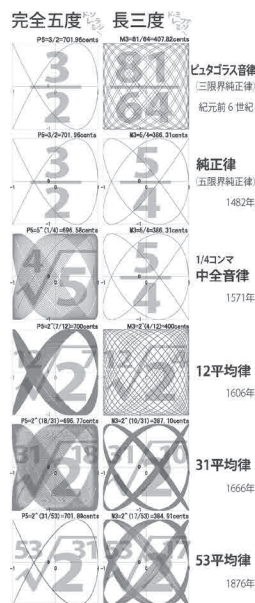

図 1
I. 開相で 30 周期分のリサージュ図形を使えば、聴き分けののが難しい微妙な音程差も、簡単に見分けられます（図 1）。言わば「音程の顕微鏡」です。実際に中全音律とそれを近似する 31 平均律、五限界純正律とそれを近似する 53 平均律は、お互い非常に似たりリサージュ図形になります。